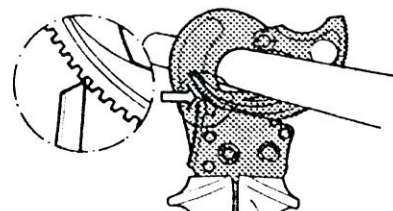

Fig. 6
4. Skärets kuggkrans måste haka i returspärren (fig 6).
4. The retaining pawl must grip the gear ring of the pivoted blade (fig. 6).
4. Die Halteklinke muß in den Zahnkranz des Drehmessers einschnappen (Bild 6).